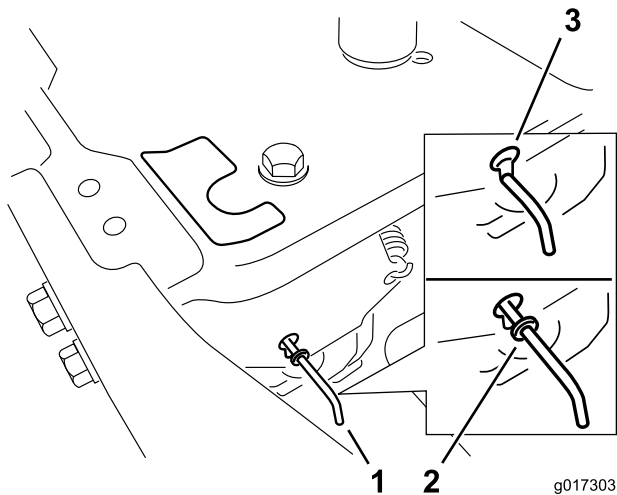

Figure 24
4. Amenez les leviers de dérivation en avant dans l'encoche en trou de serrure, puis vers le bas pour les verrouiller en position, comme montré à la Figure 24. Assurez-vous de le faire pour chaque levier.
Déplacez les leviers de dérivation en arrière dans l'encoche en trou de serrure, puis vers le bas pour les verrouiller en position, comme montré à la Figure 24. Assurez-vous de le faire pour chaque levier.